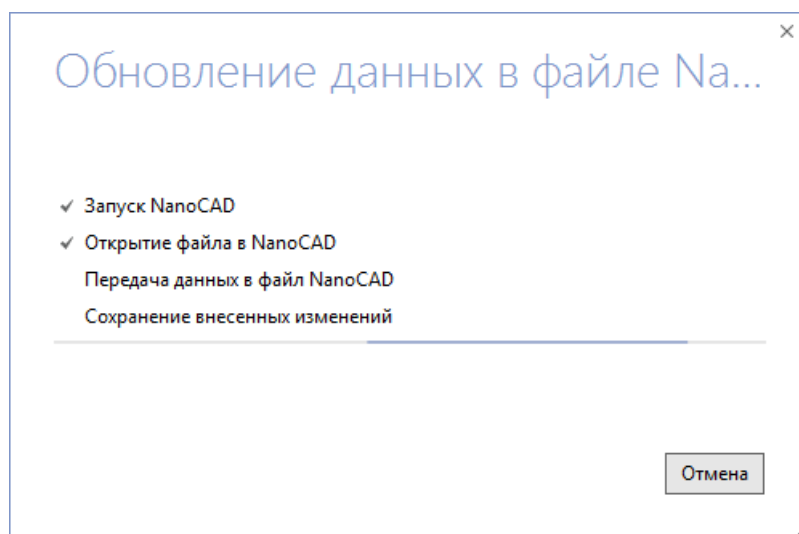

Рис.1.3.5. Окно прогресса
3. Нажимаем кнопку **Продолжить**. Откроется окно прогресса обновления данных в файле NanoCAD (рис.1.3.5)